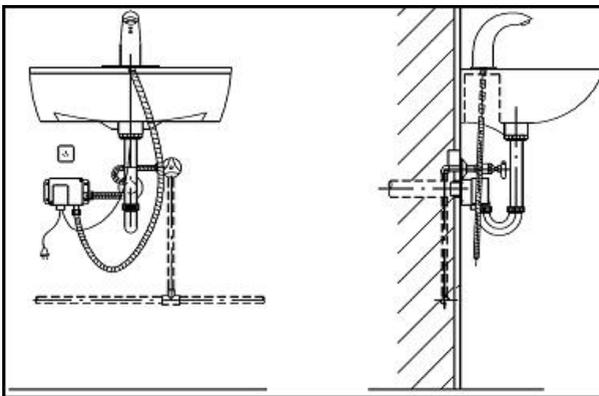

Рисунок 3
1. Установите кран на раковину (рисунок 3).
2. При помощи шурупов установите в месте под раковиной основной блок управления (рисунок 3).